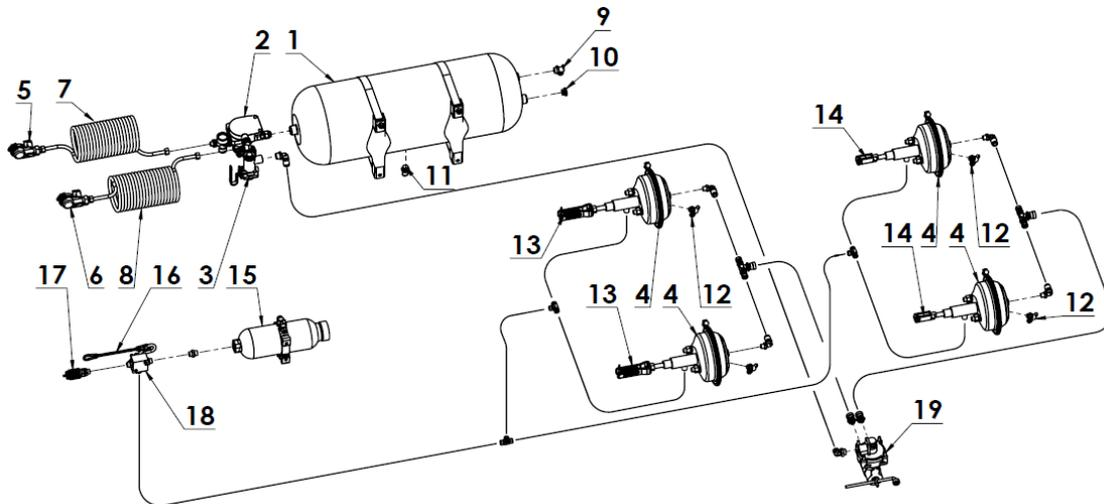

Рисунок 13-й Пневмогидравлическая тормозная система с клапаном ALB - навозоразбрасыватель N267/2
- пневмогидравлическая тормозная система с клапаном ALB N267/2 (рисунок 13).